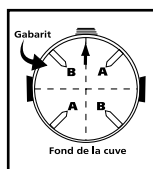

FIGURE 1
3. Mettez la cuve à l'envers au sol. Placez les pieds des roulettes à environ 45 degrés d'une ligne imaginaire entre le montage de l'entrée et l'ensemble de la poignée. Voir **FIGURE 1** pour le placement. **FIGURE 1.**